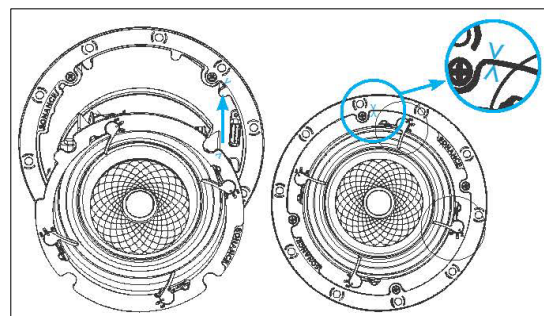

図 12: スピーカーフレームとモジュールを合わせる
11. スピーカーモジュールをフレームにはめ込む際は丁寧に押し込んでください。スピーカーモジュールの明るい青のアライメントフィンを、スピーカーフレームの青のアライメントノッチと合わせます (図 12 参照)。